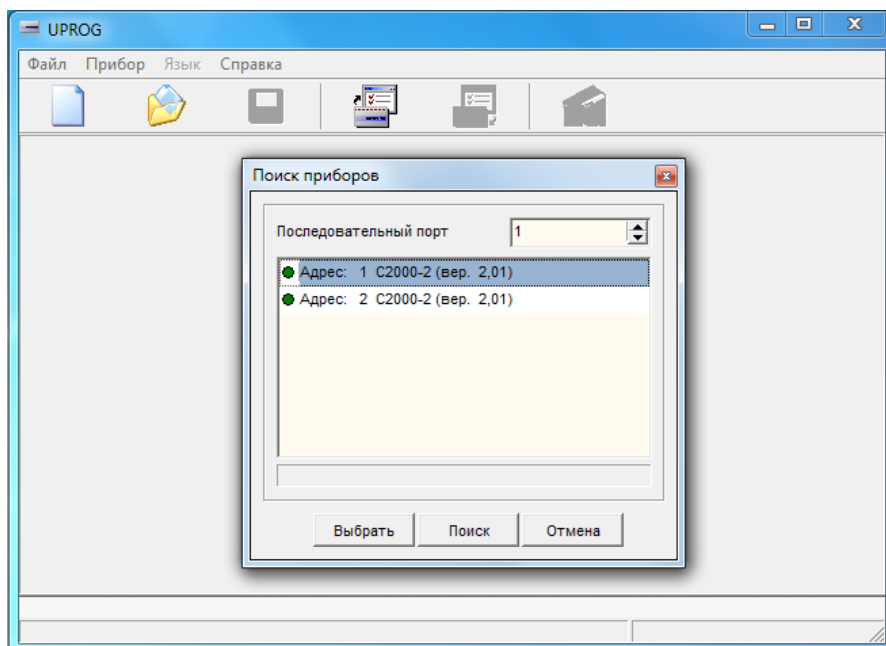

Рис.11. Поиск и выбор контроллера доступа С2000-2.
8) Запустить программу UPROG. Выполнить пункт меню «Прибор→Чтение конфигурации из прибора». В отрывшемся окне указать номер COM-порта, выполнить поиск и считать конфигурацию контроллера доступа C2000-2 (см. рисунок 11).